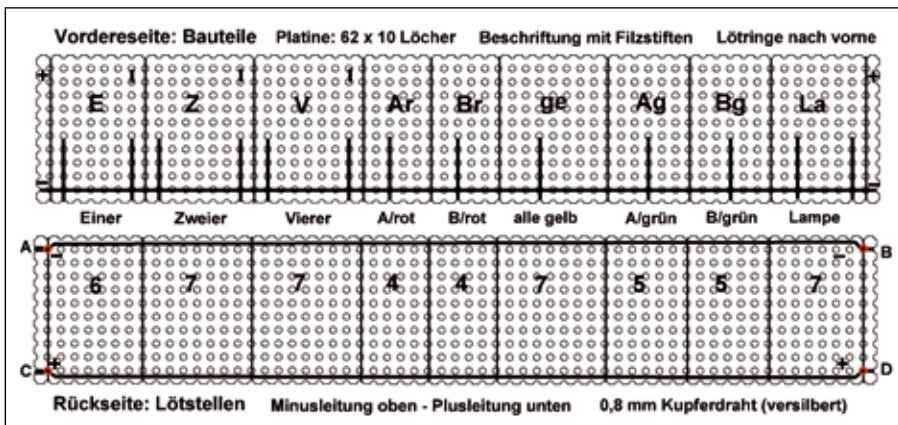

Bild 2
1. Beschrifte die Platine sorgfältig nach der Beschriftungsvorlage. Die Bauteilseite (Vorderseite) und die Lötseite (Rückseite) sind abgebildet (Bild 2). Die Lötringe der Platine sollten zur Bauteilseite gedreht werden. Die Zahlen auf der unteren Platine sagen, wie viele Löcher auf die einzelnen Felder **zwischen** die Begrenzungslinien fallen (Beispiel: Einer – 6 Lochreihen). Gib Dir beim Abzeichnen große Mühe, sonst entsteht **später** beim Löten **Chaos**. Schreibe auf die Rückseite Dein Namenskürzel (z. B.: **P. M.**).